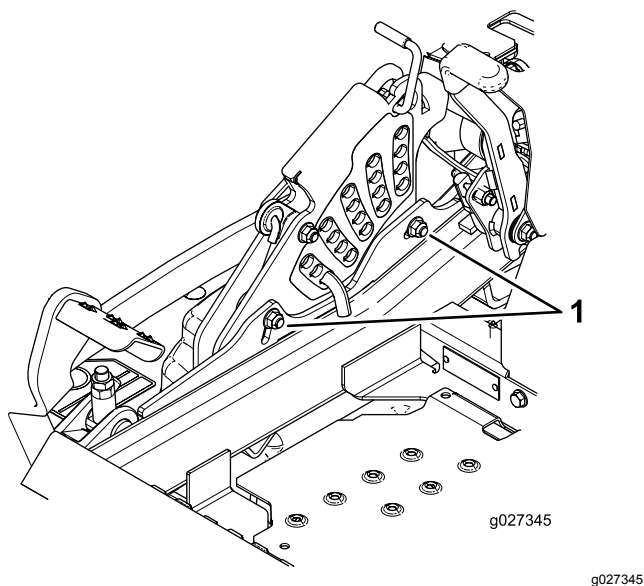

Figura 90
12. Para ajustar el sistema de ajuste de un solo punto, afloje los 2 pernos situados cerca del borde inferior de la pletina de altura de corte. Consulte Figura 90.
14. Apriete los 2 pernos de la parte inferior de la pletina de altura de corte (Figura 90) a 37–45 N·m (27–33 pies-libra).